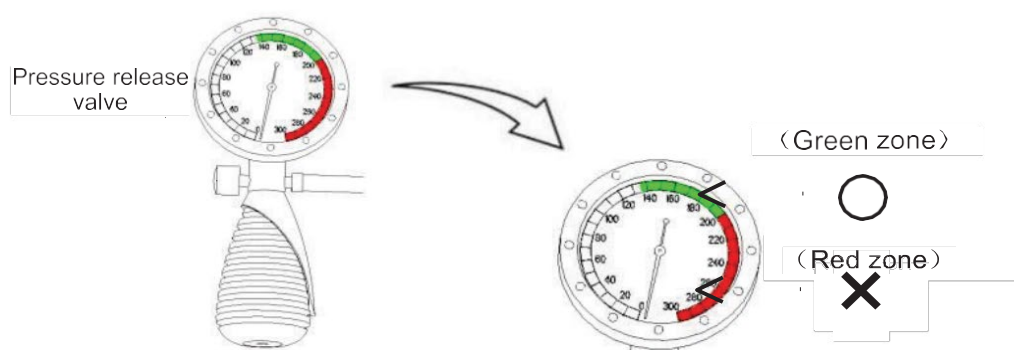

Fig. 7.6
- Seul le connecteur de pression d'essai d'étanchéité peut être immergé. (comme le montre la figure 7.6). L'immersion d'autres composants du détecteur d'étanchéité peut l'endommager.
- La pression ne doit pas dépasser 200 mmHg. Si la pression augmente trop, cela pourrait endommager l'endoscope. Appuyez sur la soupape de décharge de pression pour évacuer l'air (comme le montre la figure 7.6).